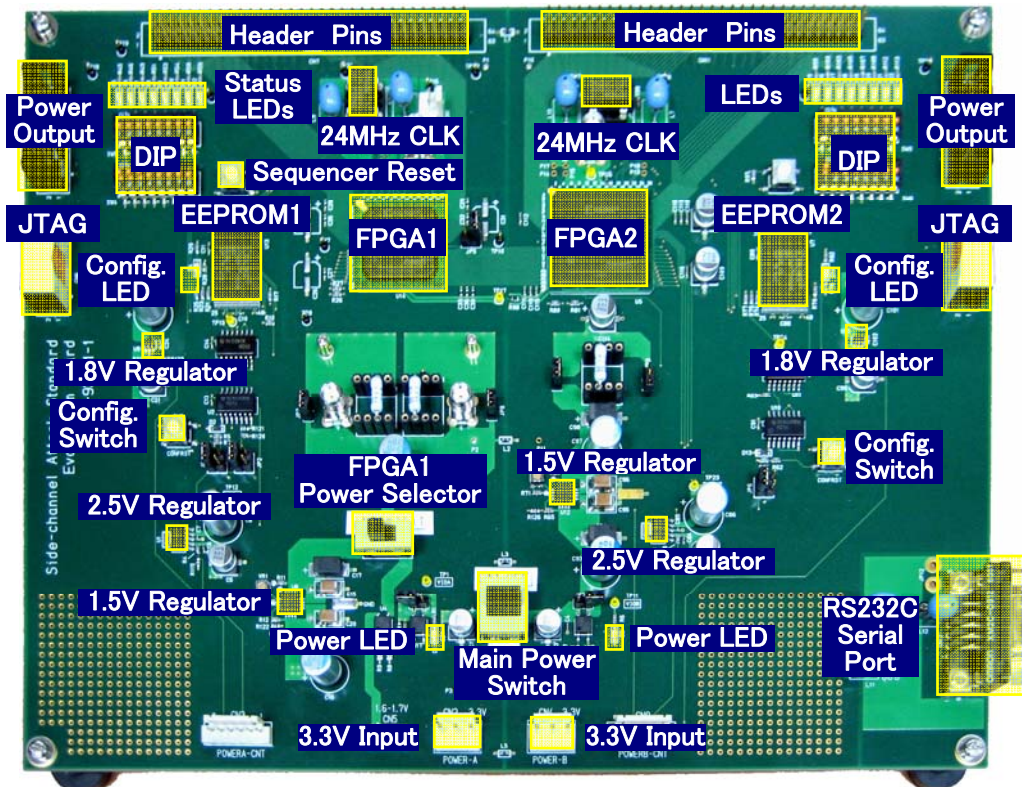
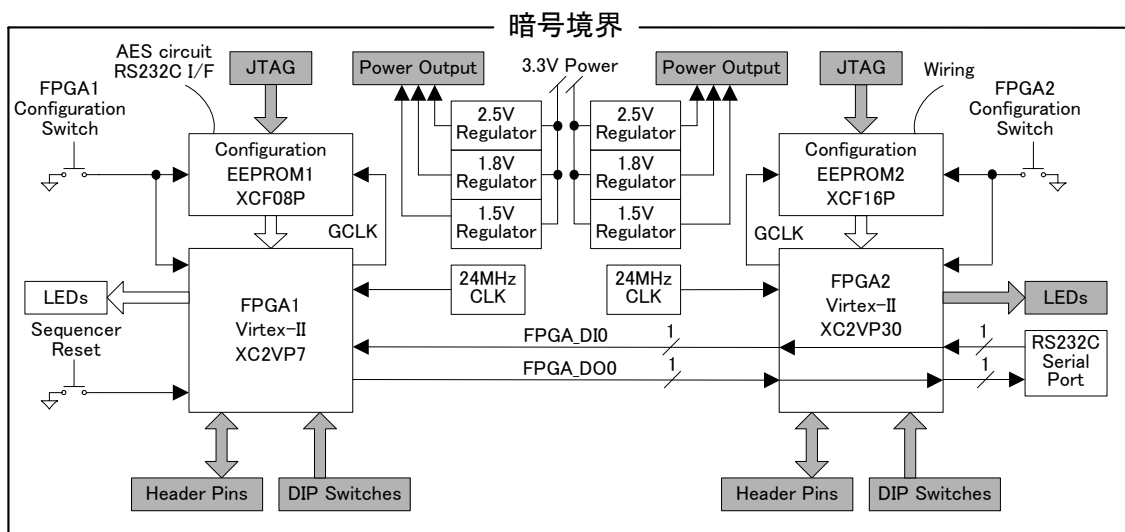

図 1 Side-channel Attack Standard Evaluation Board (SASEBO)の概観
図 2 SASEBO-AES 暗号 FPGA ボードのブロック図
図 1 に SASEBO-AES の概観を、また図 2 にブロック図を示す。図 2 で灰色に塗られた部分は、SASEBO-AES として未使用のコンポーネントを表している。2 つの FPGA のうち図 1 および 2 の左側の FPGA1 に AES とシリアルインタフェースが実装されており、右側の FPGA2 は RS232C シリアルポートの信号をスルーして FPGA1 に渡している。それぞれの FPGA には電源オン後に、コンフィギュレーション用の EEPROM である EEPROM1 (XCF08P)および EEPROM2 (XCF16P)から、ハードウェア設計情報が自動的にロードされるが、FPGA2 は FPGA1 と RS232C ポート間の結線だけが定義されており、論理回路は一切含まれていない。FPGA1 と FPGA2 では電源系統が左右に分離され、それぞれの電源入力端子に 3.3V を接続し、FPGA1 Power Selector を左側 (INT) に、Main Power Switch を下側 (ON) にスライドさせることで、レギュレータからそれぞれの FPGA に I/O 用 2.5V、コア用 1.8V の電力が供給される。なお、クロックも両者で独立しており、2 つのオシレータから基板の左右に別々に 24MHz が供給されるが、コンフィギュレーション終了後の暗号処理時に FPGA2 はクロックを使用しない。
暗号境界は図 1 および図 2 のボード全体で、主要コンポーネントは FPGA1 と AES ハードウェアおよびシリアルインタフェース回路情報を保持する EEPROM1 の 2 つである。SASEBO に含まれる全てのコンポーネントと回路図は別冊の「サイドチャネル攻撃用標準評価基板仕様書」で提供される。
回路情報を保持する EEPROM1 および入出力ポートの結線情報のみを保持する EEPROM2 用の JTAG 端子には、第三者による設計情報の改ざんを防止するために、剥がすと痕跡の残るセキュリティシールが貼られている。FPGA1 と FPGA2 の間は、データ入力(FPGA1←FPGA2)および出力(FPGA1→FPGA2)用として、それぞれ 1 本ずつの信号線で結ばれており、入力線はコマンドおよび秘密鍵・データが、出力線はステータスおよびデータがシリアルに転送される。また外部の PC からは、RS232C ポートを通じて FPGA1 に対してこれらのコマンド/ステータス、鍵/データ入出力制御を行うことができる。FPGA1 に入力された秘密鍵は内部レジスタに保持され、FPGA1 の外部に出力されることはなく、また図 1 のボードの左側にある 2 つのプッシュスイッチ(Sequencer Reset および Config Switch)のいずれかを押すか、シリアルインタフェースを通じて Reset コマンドを与えるか、あるいは電源をオフにすることでゼロ化される。FPGA1 に接続された LED はエラー状態を示す外部表示装置としての役割を持ち、LED2 に接続された LED は未使用である。詳細は「2. ポート及びインタフェース」を参照のこと。FPGA1 および FPGA2 には他の入出力デバイスとして、電源出力、DIP スイッチ、ヘッダーピンを持つ。SASEBO-AES は様々な回路を後から実装できる汎用の FPGA ボードに AES 暗号回路を実装したものであり、EEPROM1 と EEPROM2 の内容を書き換えて他の用途として用いる場合に、その制御や外部回路を付加するためにこれらの入出力デバイスが用意されている。従って、今回は不要であるこれらのデバイスは SASEBO-AES では使用しておらず、図 2 では灰色のボックスとして示されている。